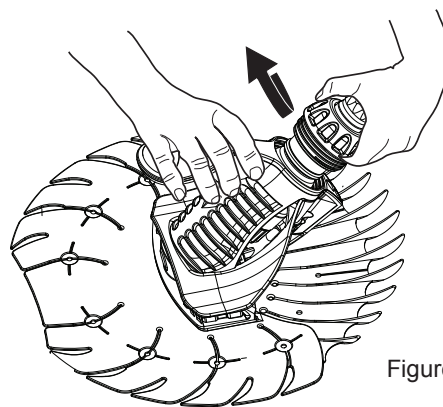

Figure 9
4. Insérez le moteur dans le boîtier, puis vissez l'écrou manuel serré (Voir la Figure 9).